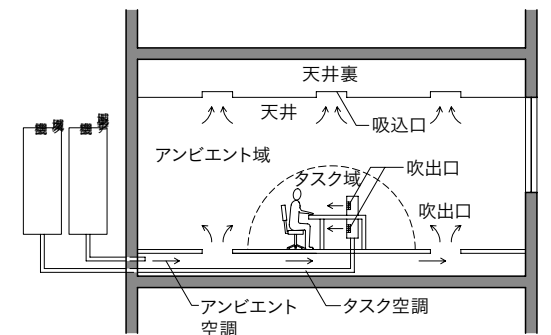

図 17 タスクアンビエント空調方式
2. タスクアンビエント空調方式 (パーソナル空調方式) [図 17]